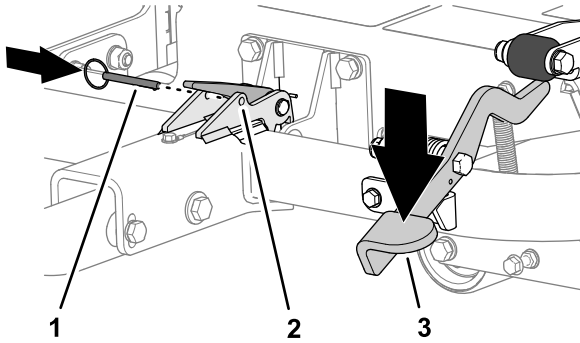

图19
3. 踩到挂钩踏板上直到挂钩锁入就位 图19。
4. 将锁定销插入门锁中的孔内 图19。